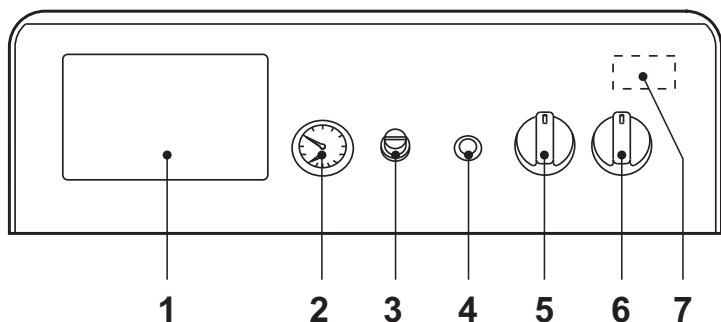
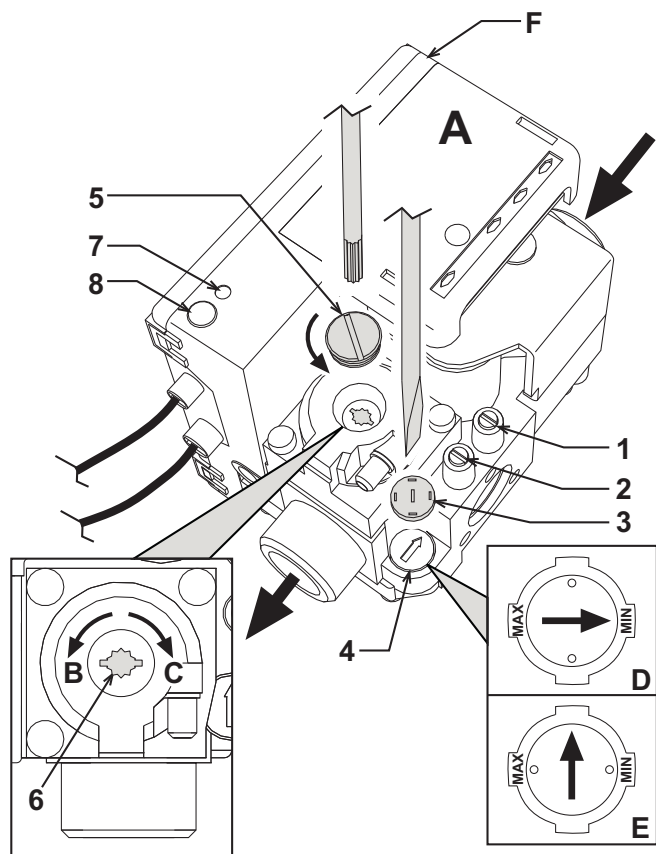

fig. 1 - Panel de mandos
fig. 3 - Regulación de la presión
- Poner el interruptor general "6" en la posición 1 (fig. 1).
- En caso de que la caldera esté equipada con una centralita electrónica termostática, montada en la posición 1 de fig. 1, el usuario deberá considerar también las instrucciones proporcionadas por el fabricante de la misma.
Si se gira el mando 5 de fig. 1 en el sentido de las agujas del reloj, la temperatura del agua de calefacción aumenta; en sentido contrario a las agujas del reloj, disminuye. La temperatura puede regularse entre 30 °C y 90 °C. Se aconseja no hacer funcionar la caldera a menos de 45 °C.
Mediante el termostato de ambiente, programar la temperatura que se desee tener en el interior de la vivienda. Controlada por el termostato de ambiente, la caldera se enciende y calienta el agua a la temperatura fijada con el termostato 5 de fig. 1. Cuando se alcanza la temperatura ambiente deseada, el generador se apaga.
La presión de carga con la instalación fría, leída en el hidrómetro de la caldera 2 de fig. 1, tiene que estar alrededor 1,0 bar. Si la presión de la instalación disminuye durante el funcionamiento (a causa de la evaporación de los gases disueltos en el agua) por debajo del valor citado, el usuario ha de restablecer el valor inicial mediante la llave de llenado. Al finalizar la operación, cerrar siempre la llave de llenado.
Conectar un manómetro a la toma de presión 2 (fig. 3), situada después de la válvula del gas, y poner el mando del termostato de la caldera (5 - fig. 1) en el valor máximo.
Tras quitar el tapón de protección 5 (fig. 3), regular la presión del gas en el quemador mediante el tornillo 6 según el valor deseado (véase la tabla de datos técnicos y los diagramas de variación de potencia en el cap. 5).
2. Quitar de la válvula del gas el pequeño capuchón de protección (3 fig. 3). Con un pequeño destornillador, regular el STEP de encendido para el gas deseado (G20-G25 posición D fig. 3 o G30-G31 posición E fig. 3) y colocar nuevamente el capuchón.